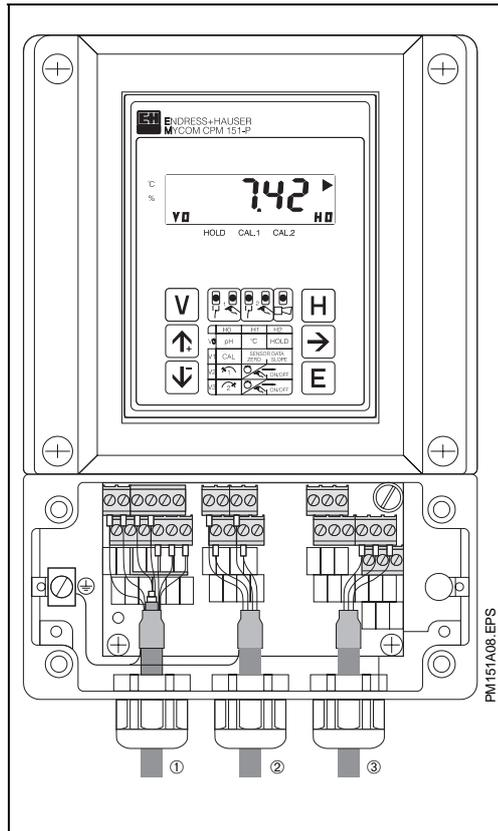

Bild 4.14: Mycom CPM 151-P mit Geräteanschlüssen im separaten Klemmenanschlußraum
Der elektrische Anschluß erfolgt für die Netz- und Signalleitungen an der Anschlußleiste im separaten Klemmenanschlußraum (Bild 4.14).
- Anschlußleitungen durch die Pg-Verschraubungen einführen (siehe Bild 4.14).